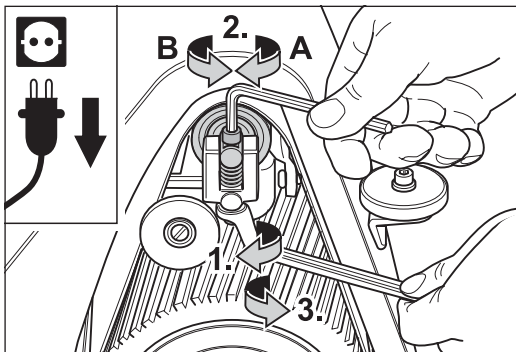

Abb. 42 Einstellung des Bandlaufs an der Einstellschraube des Aggregats (siehe Haupttext).
- 6** Ist eine Einstellung der Spannwalze notwendig, muss zuerst die Kontermutter am Aggregatoberteil gelöst werden (Abb. 42, 1.). Danach kann die Spannwalze mit der Schraube eingestellt werden (Abb. 42, 2.):
- 7** Wird bei einer nochmaligen Überprüfung ein korrekter Schleifbandlauf festgestellt, wird die Kontermutter wieder festgezogen (Abb. 42, 3.).